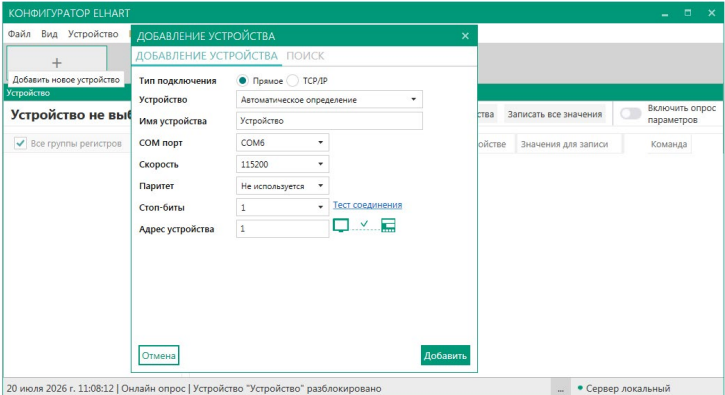

Рисунок 7 – Добавление датчика для настройки в ПО
- 3) Запустить ПО (см. рисунок 7) и в открывшемся окне нажать кнопку «Добавить новое устройство». При этом откроется окно «Добавление устройства».